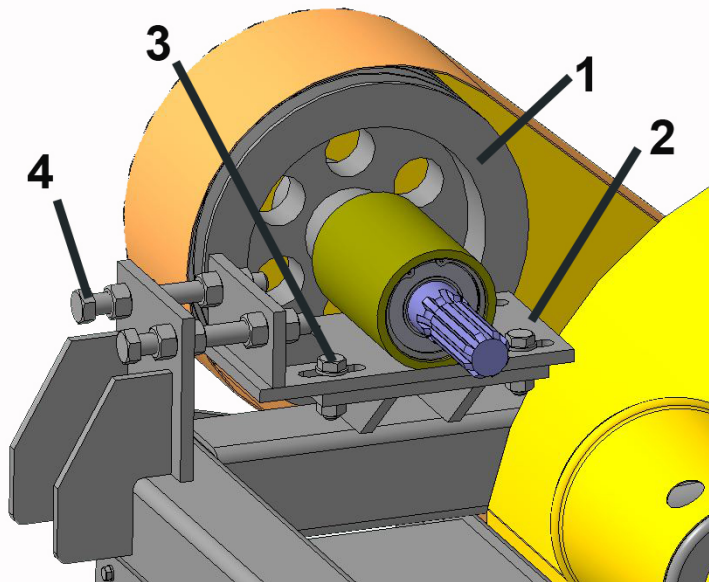

Рисунок 3 – Регулировка натяжения ременной передачи
3.4 Регулировка натяжения ременной передачи (рис.3) осуществляется перемещением шкива 1 с площадкой 2. Для регулировки необходимо ослабить болты крепления 3 площадки 2 к раме, и с помощью упорных винтов 4 установить требуемое натяжение ремней (пробуксовка ремней не допускается).